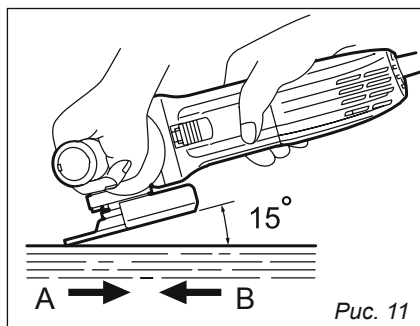

Рис. 11
7.4. Шлифовка и зачистка (рис. 11)